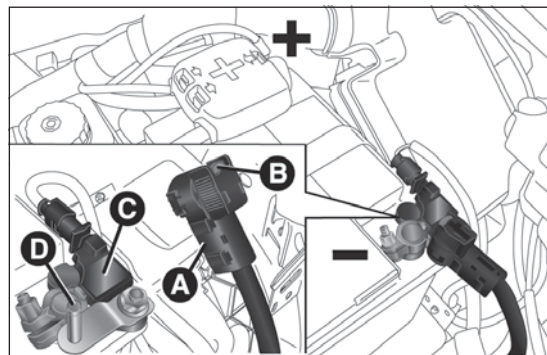

fig. 205
- ☐ disconnettere il connettore A fig. 205 (tramite azione sul pulsante B) dal sensore C di monitoraggio dello stato batteria (quest'ultimo installato sul polo negativo D della batteria stessa);
- ☐ ricollegare il connettore A fig. 205 al sensore C della batteria.